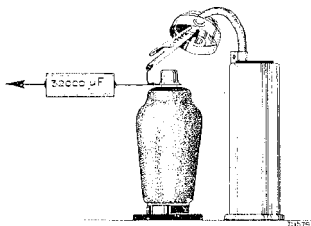

Fig. 2
wordt gedaan, zooals aangegeven in fig. 2; de roosterkring moet aan het rooster aangesloten blijven; het signaal wordt aangelegd via een condensator van 32000 μ F. De volumeregelaar moet altijd op maximum gedraaid worden; als het signaal te sterk is moet men de verzwakker van de service zender terugdraaien. Wat betreft het trimmen van de H.F. en generatorkringen het volgende: De generator wordt afgestemd op een frequentie welke 128 Kc. hooger is dan de frequentie waarop de H.F. kringen zijn afgestemd.
2. Gemoduleerd signaal van 128 Kc. aan het stuurrooster van L1 aanleggen (fig. 2).